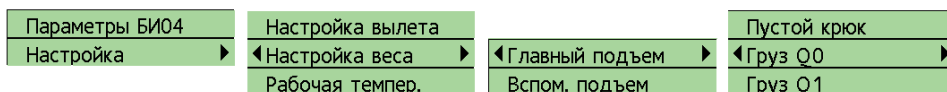

Рисунок 14. Последовательность переходов по меню для настройки веса.
- выбрать пункт меню «Настройка веса» (рисунок 14);